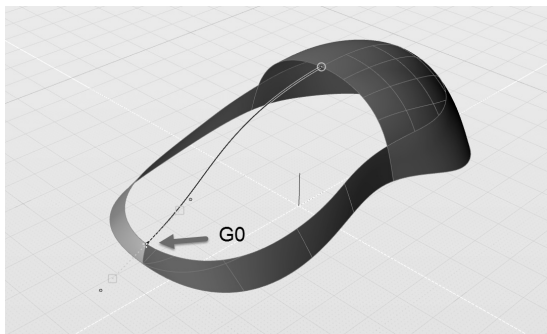

图 5-187 更改一端为 G0 连续
16) 将融合曲线的其中一端更改为 G0 连续，如图 5-187 所示。